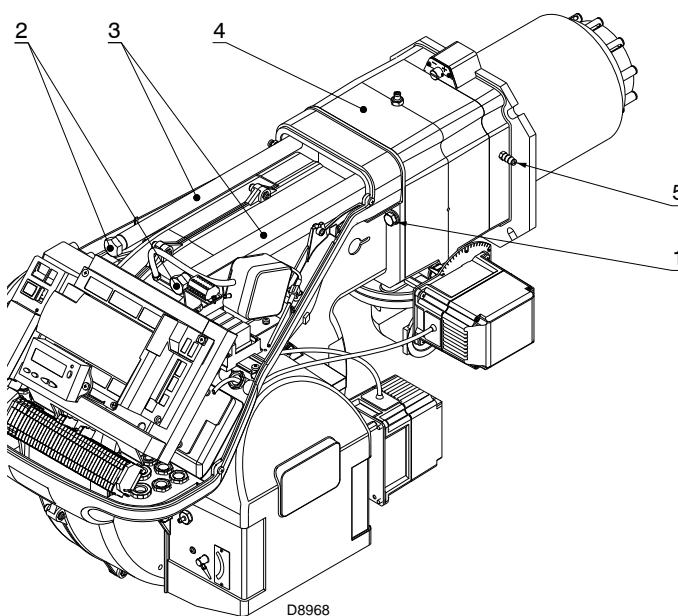

Abb. 17
- Fügen Sie das Kabel des Fühlers und der Elektrode ein und verschieben Sie den Brenner bis zur Muffe, so dass er sich in der von Abb. 17 gezeigten Position befindet;